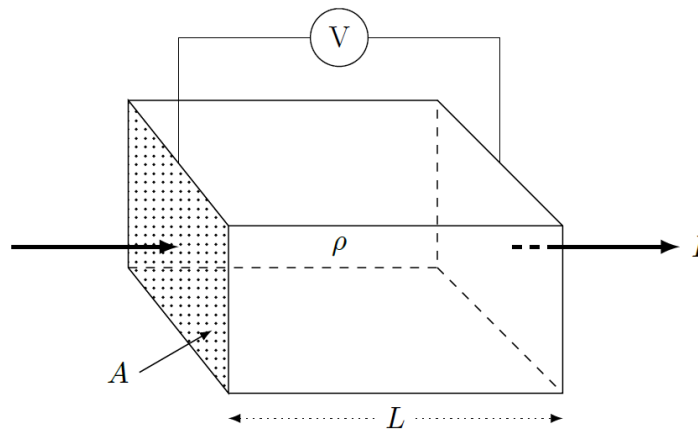

Figure 11
**Q 38.** Exprimer la résistance électrique d'un parallélépipède homogène de longueur  $L$ , de section  $A$  et de résistivité  $\rho = 1/\sigma$  où  $\sigma$  est la conductivité électrique du matériau (figure 11).